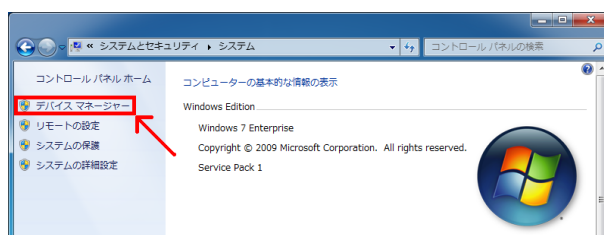
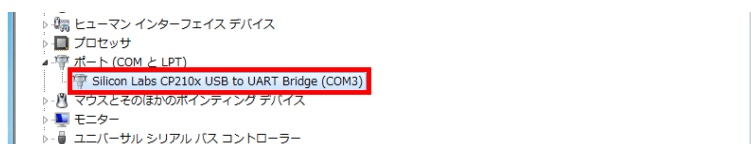

Fig. 1: デバイスマネージャの選択
Fig. 2: デバイスマネージャウィンドウ例
1. まずは“コントロールパネル”を開いて、“システム”→“デバイスマネージャ”をたどり (Fig. 1)、デバイスの状態一覧を表示するところまで進める (Fig. 2)。